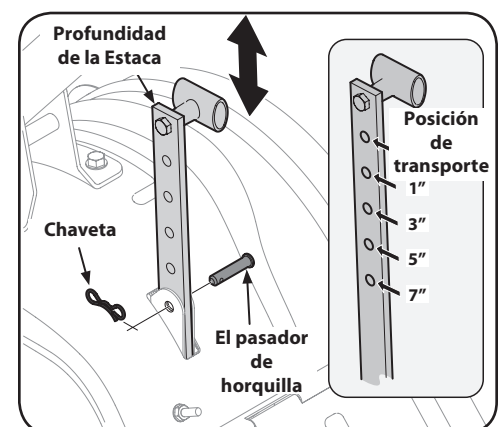

Figura 4-3
1. Cuando se utiliza la caña del timón, por primera vez, utilice el orificio de ajuste segundo de la parte superior (1" de profundidad de labranza). Véa la Figura 4-3.
- Para ajustar la profundidad de juego, quitar el pasador de horquilla y la horquilla. Mueva la estaca de profundidad en la posición deseada y asegure con el pasador de horquilla y la horquilla. Véa la Figura 4-3.